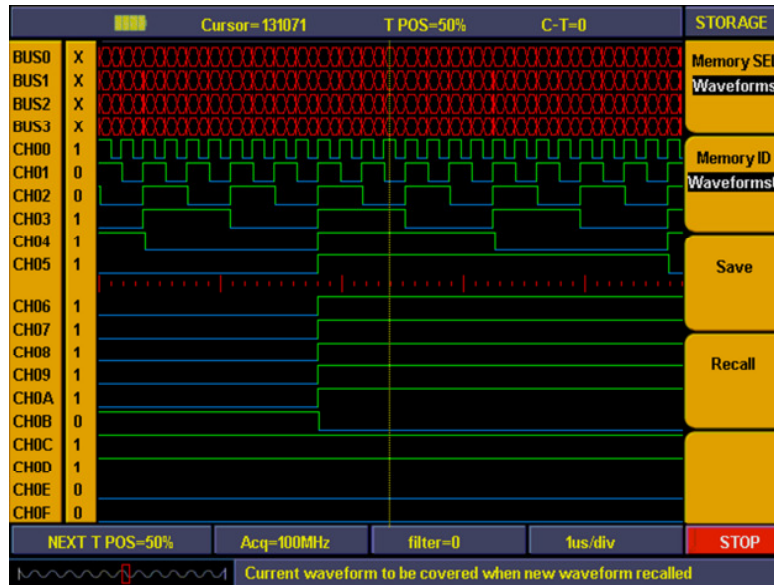

Abb. 95 Speichern von Wellenformen
8. Drücken Sie die Taste “**F4**”, um die gespeicherten Wellenformen oder Einstellungen aufzurufen (s. Abb. 95)